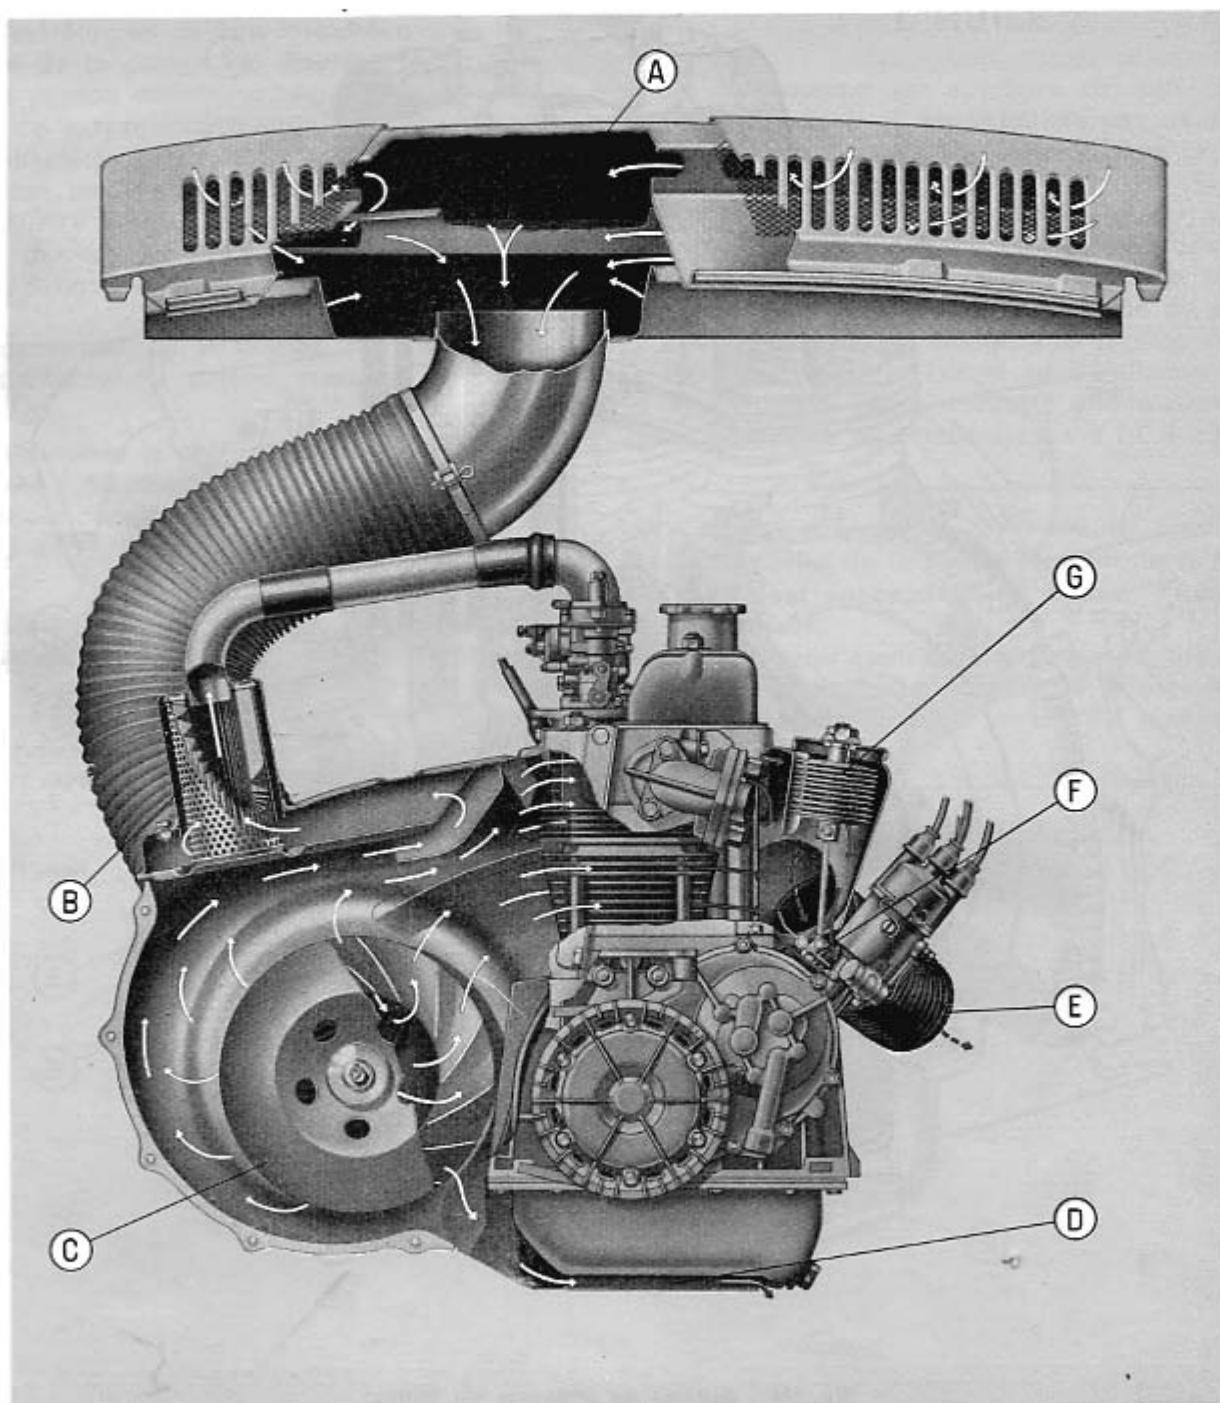

Fig. 141 - Schéma de circulation d'air de refroidissement du moteur.
froidissement, permet de prélever l'air nécessaire à l'alimentation du carburateur. Des conduits appropriés prévus sur le carter d'huile et branchés au convoyeur, assurent le refroidissement du carter même (fig. 141, 143 et 144);
Le thermostat (G, fig. 141), logé dans le carénage latéral droit du moteur, doit permettre le début de l'ouverture du volet (F) de sortie de l'air